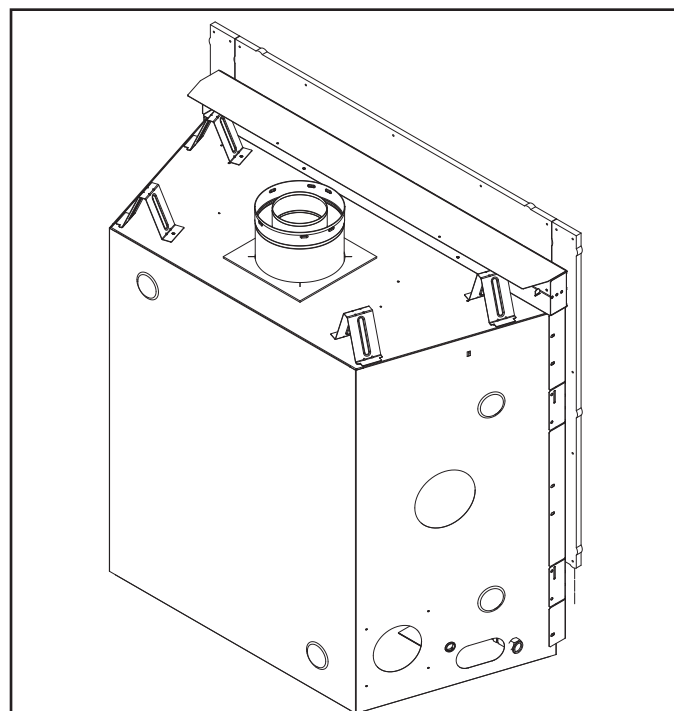

Figure 6.4 COSMO32-IFT - Support d'expédition et couvercle du conduit enlevés
2. Retirez et jetez le support d'expédition, le couvercle du conduit et les vis. Voir la figure 6.4.